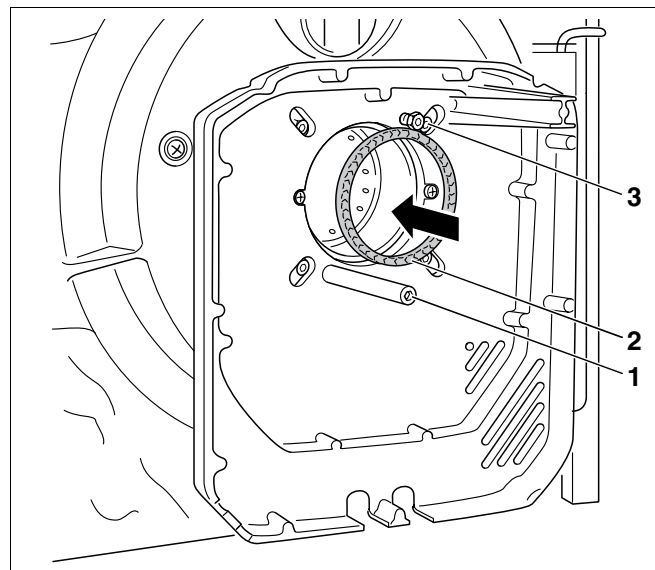

Fig. 53 Mise en place du joint sur les modèles de brûleur 17 à 45
- Avant le montage du brûleur, vérifier le joint (fig. 53, **pos. 2**) situé entre le système de mélange et la tuyère du brûleur.
- Sur les modèles 17 à 45, le joint (fig. 53, **pos. 2**) est placé dans la tuyère du brûleur.
- Poser le brûleur sur les deux vis dans la bride du brûleur (fig. 53, **pos. 1 et 3**).
- Rotation vers la gauche jusqu'à la butée et resserrer les vis de fixation (fig. 53, **pos. 1 et 3**).